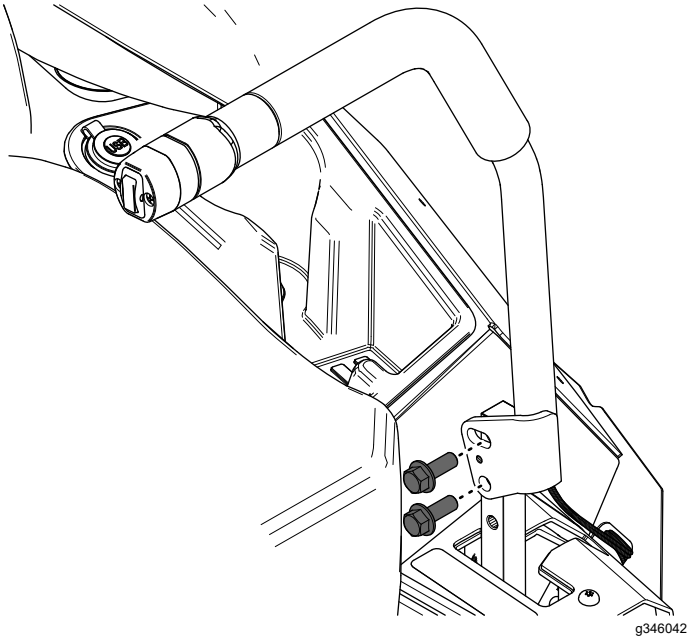

Bild 7
1. Befestigen Sie den neuen linken Fahrtriebshebel mit den zuvor entfernten beiden Bundkopfschraube ($\frac{3}{8}$ " x 1"), wie in Bild 7 dargestellt.